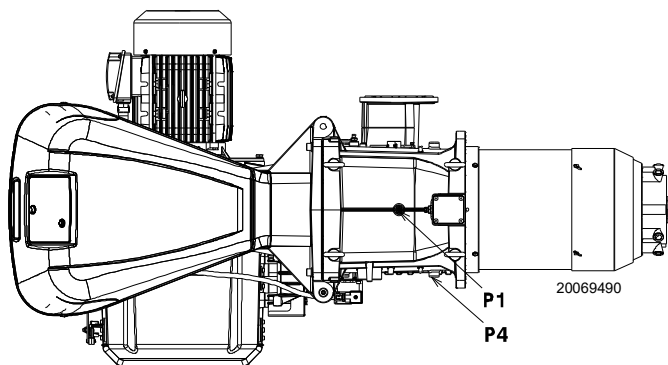

Fig. 22
Pressione del gas misurata alla presa P1)(Fig. 22 a pag. 27), con:
- sottrarre dalla pressione del gas alla presa P1)(Fig. 22 a pag. 27) la pressione in camera di combustione.
| Pressione del gas alla presa P1)(Fig. 22) | = | 58,1 mbar |
Per conoscere invece la pressione del gas necessaria alla presa P1)(Fig. 22), fissata la potenza MAX alla quale si desidera funzioni il bruciatore:
- Leggere sulla destra, colonna 1, la pressione alla presa P1)(Fig. 22 a pag. 27).
pressione necessaria alla presa P1)(Fig. 22 a pag. 27).